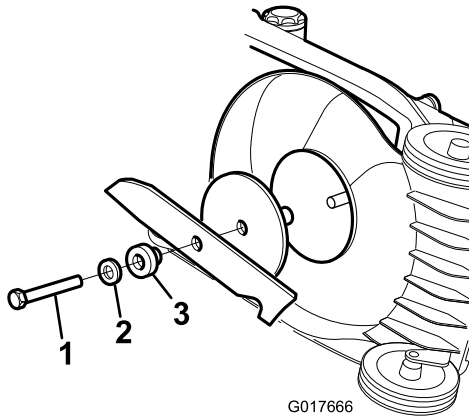

Figura 22
1. Afferrate l'estremità della lama (Figura 22) con un cencio o un guanto bene imbottito.
Montate la lama affilata e bilanciata, ed il relativo bullone. Il montaggio è corretto se la costa della lama è rivolta verso l'alto della scocca del tosaerba. Serrate il bullone della lama a 54 Nm (Figura 22).